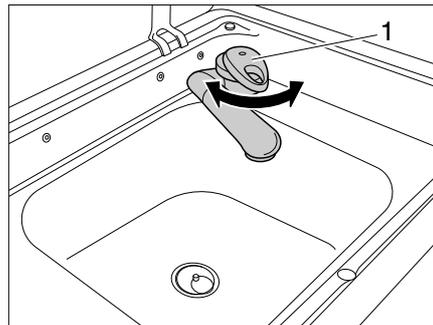

Bild 93 Spülbecken mit Wasserhahn
Das Fahrzeug ist mit einem eingebauten Wasserkanister ausgestattet. Eine elektrische Wasserpumpe pumpt das Wasser an den Wasserhahn (Bild 93,1). Durch Öffnen des Wasserhahns schaltet sich die Wasserpumpe automatisch ein und pumpt Wasser zur Entnahmestelle.
- Wasserhahn (Bild 93,1) drehen.
- Wasserhahn (Bild 93,1) zurück drehen.